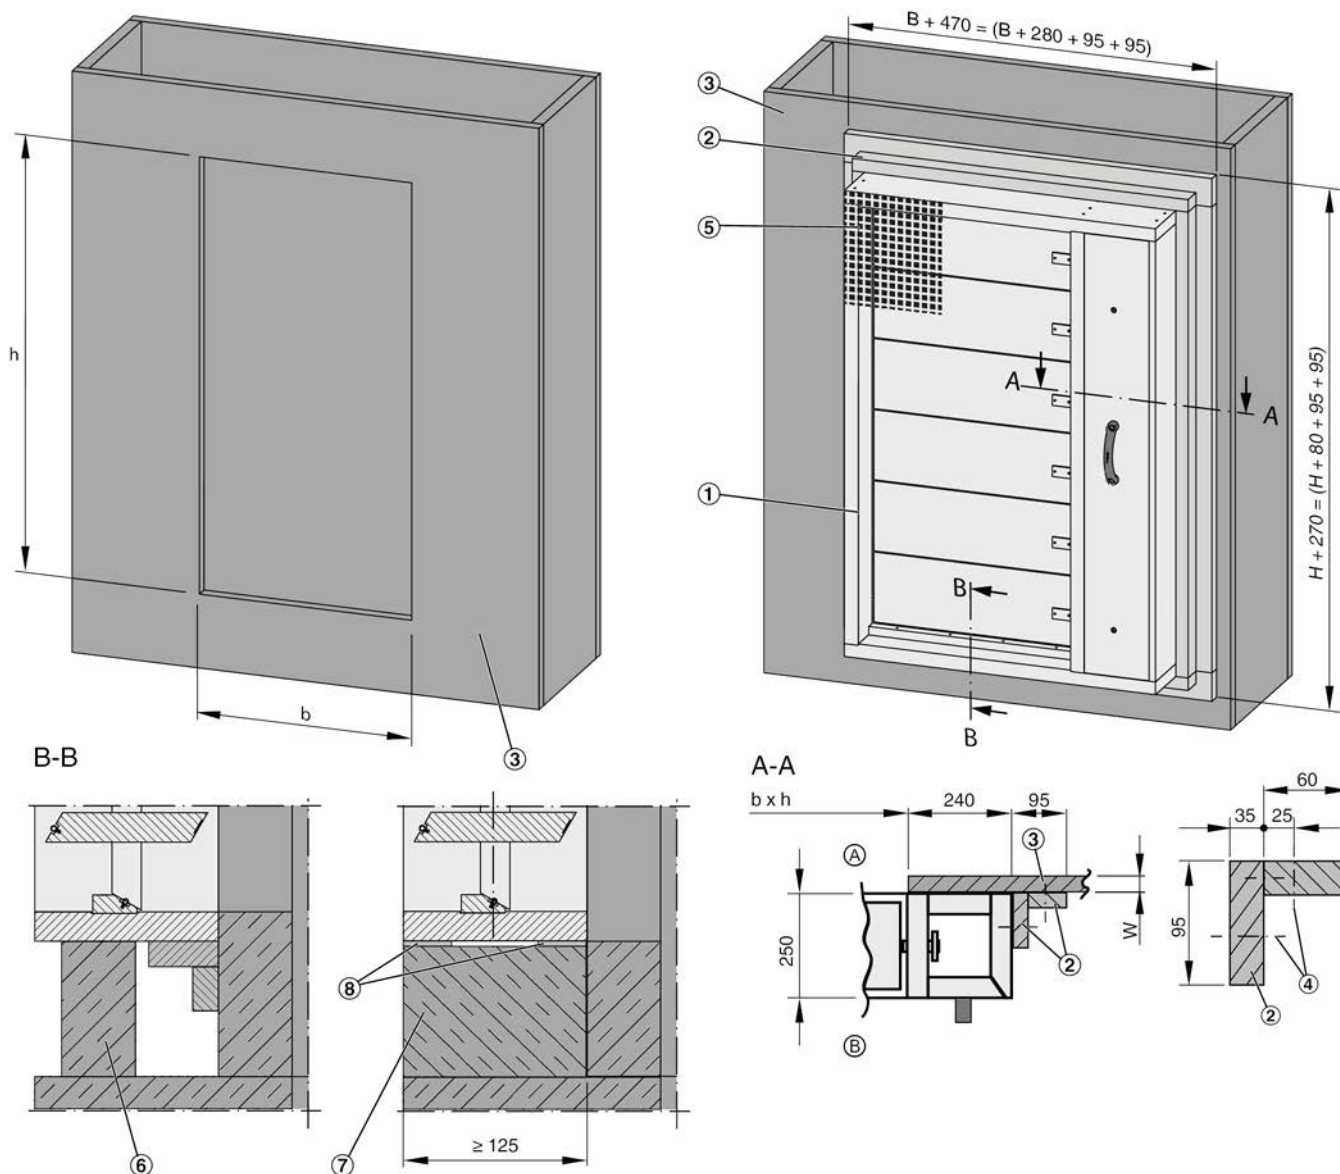

Fig. 29: Montasje på vertikal røykavtrekkanal (sjakt)
1. ▶ Lag en montasjeåpning i henhold til Fig. 29 .
2. ▶ Bruk to platebiter av brannklassifisert plate til å lage en vinkelseksjon (Fig. 29 /2), fest så vinkelseksjonen til undersiden av røykkontrollspjeldet.
Påfør lim på skjøtene (f.eks., Promat eller tilsvarende) (Fig. 29 /2) mellom vinkelseksjonene og mellom vinkelseksjonene og spjeldskroget, fest deretter vinkelseksjonene med gipskruser $4 \times 70 \text{ mm}$ til spjeldskroget (forbor hull, $\varnothing 3 \text{ mm}$), $\leq 150 \text{ mm}$ avstand mellom skruene.
5. ▶ Koble røykavtrekkskanalene (montasjeside og betjeningsside) til røykkontrollspjeldet (Fig. 29 /5), ↪ 6 «Røykavtrekkanal og beskyttelsesgitter» på side 63 .